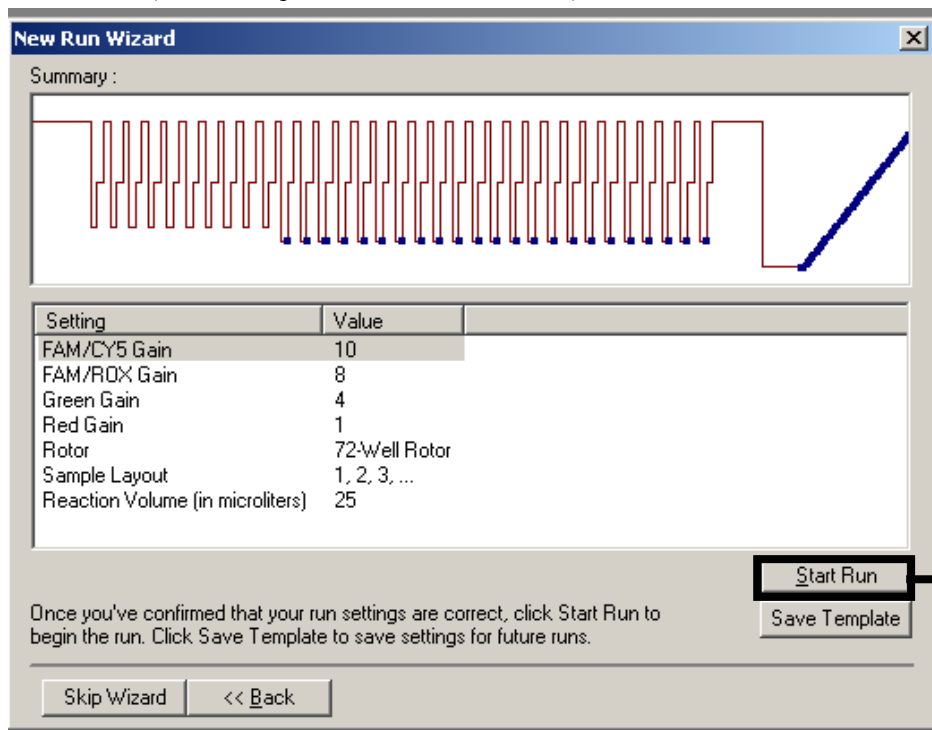

Figura 20. Avvio del processo.
Avvio del processo	Figura 20
18. Avviare il processo (**Figura 20**) utilizzando lo stampo salvato (fase 12).